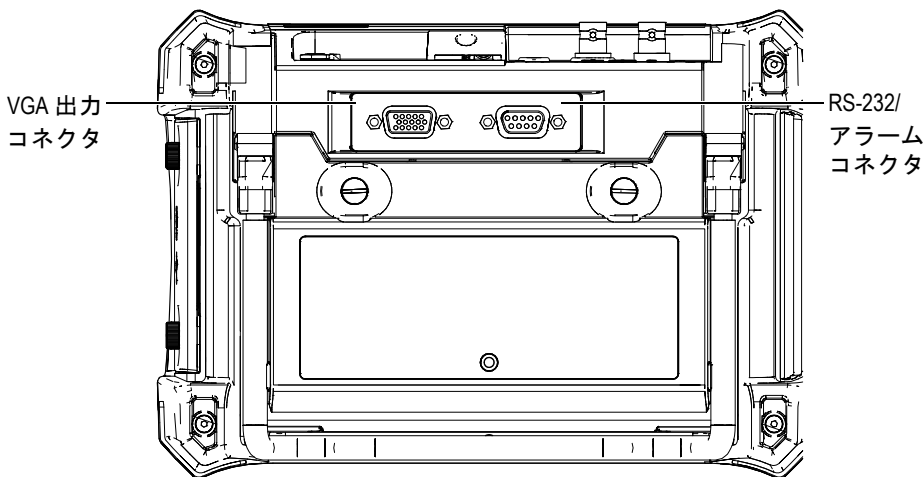

図 9-1 RS-232/ アラームコネクタおよび VGA 出力コネクタ
2. 600-C-VGA-5 (U8780298) ケーブル (別売品) を EPOCH 600 の VGA 出力コネクタに接続してから (152 ページ図 9-1 参照)、VGA デバイスに接続します。
EPOCH 600 には、シリアル通信 (RS-232) ポートが標準で付属しており、同じコネクタのアラーム信号と結合されます (152 ページ図 9-1 参照)。シリアル通信は、探傷器の背面にある RS-232/アラーム出力コネクタのピンを使用します。シリアル通信により、EPOCH 600 をコンピュータに接続して、EPOCH 600 コンピュータインターフェイスプログラムである GageView Pro を使って通信することができます。